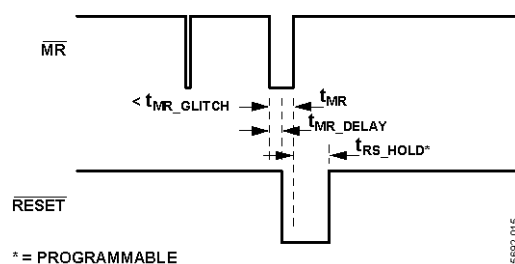

図 15. マニュアル・リセット($\overline{\text{MR}}$)のタイミング図
$\overline{\text{MR}}$ と $\overline{\text{RESET}}$ のタイミング図を図 15 に示します。 $\overline{\text{RESET}}$ は $t_{\text{MR_DELAY}}$ の経過後にアクティブになり、 $\overline{\text{MR}}$ 信号がハイ・レベルに戻った後 $t_{\text{RS_HOLD}}$ 間維持されることに注意してください。
- MR がアサートされたとき(図 15 参照)